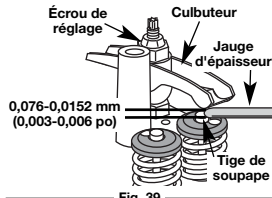

Fig. 39
a. Tournez l'écrou de réglage à l'aide d'une clé de 8 mm (5/16 po) ou d'un tournevis à embout hexagonal (Fig. 39).